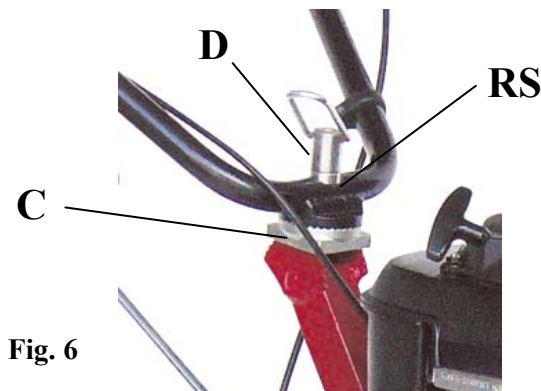

Fig. 6
- il settore di regolazione dentato "C" fig. 6,
- la rondella speciale "RS" fig. 6,
- e infine il dado di fissaggio "D" fig. 6.
La regolazione della stegola in senso orizzontale o verticale si ottiene allentando il dado di fissaggio "D" fig. 6, dotato di maniglia, e posizionando nel modo desiderato la stegola stessa. Serrare quindi il dado avendo cura di mantenere manualmente la stegola nella posizione desiderata fino al suo bloccaggio.